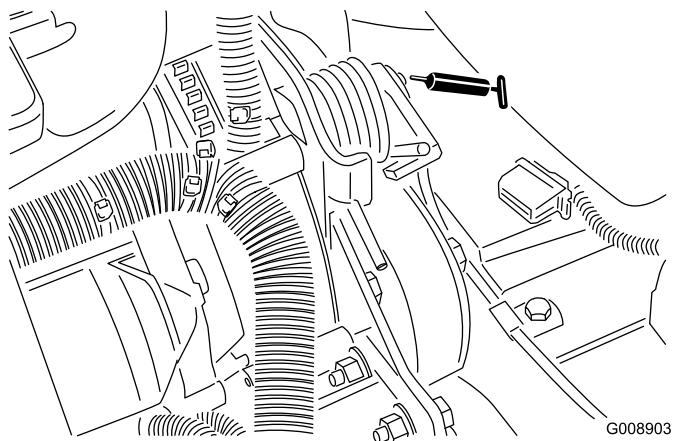

Figura 46
- Pivote tensor de la correa (Figura 46)